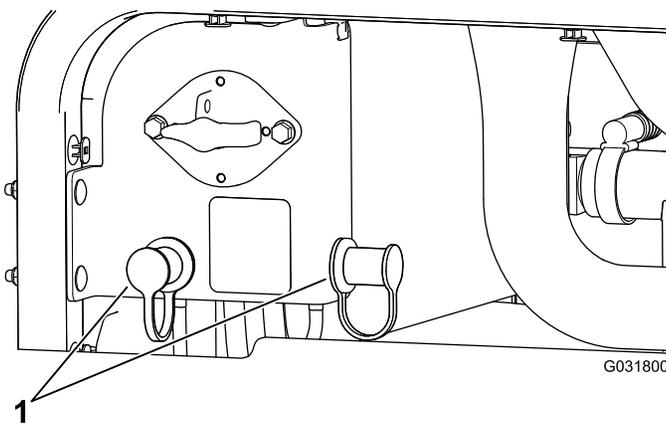

Figure 104
3. Retirez les capuchons des bornes positives de la batterie déchargée (Figure 104)